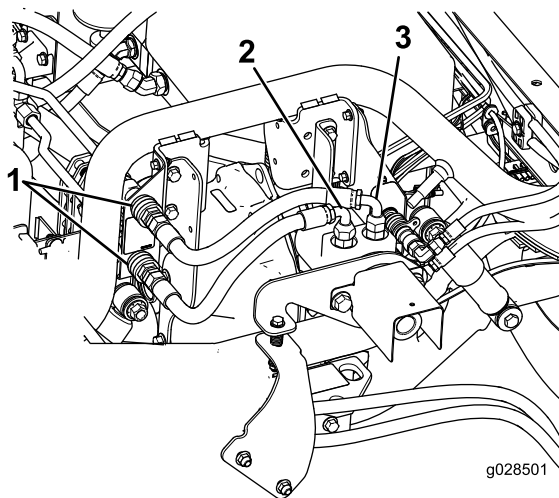

Figura 8
1. Ligue a extremidade livre da mangueira que está ligada ao encaixe interior no motor ao conector rápido inferior no suporte (Figura 8).
2. Ligue a extremidade livre da mangueira que está ligada ao encaixe exterior no motor ao conector rápido superior no suporte (Figura 8).